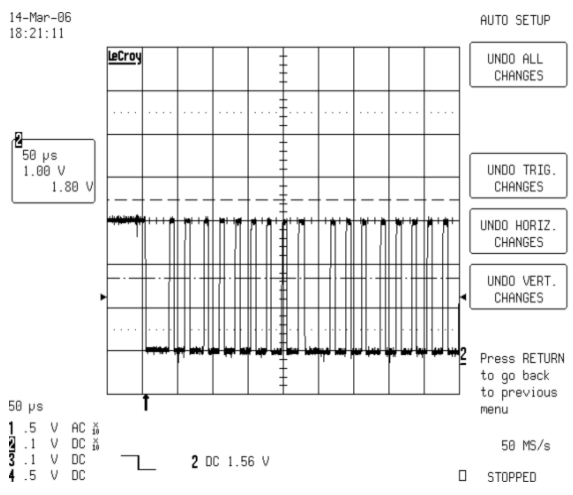

图 27 I2C 时钟波形
7、射频输入全彩条信号，I²C 总线时钟信号 SCL，U27 的第 3 脚处波形如图 27 所示。